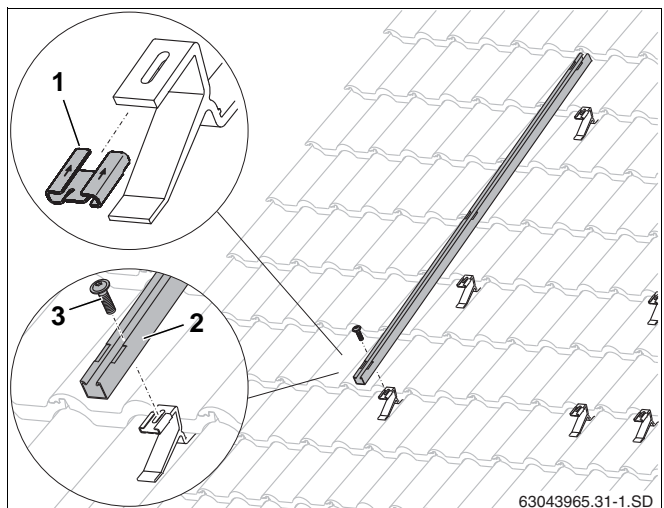

Fig. 29 Fastgøring af snelastprofilen
- ▶ Skub skydemøtrikken (fig. 29, **pos. 1**) i pilens retning på tagkrogen.
- ▶ Læg snelastprofilen (fig. 29, **pos. 2**) på tagkrogene, og skru fast med skruen M8 (fig. 29, **pos. 3**).